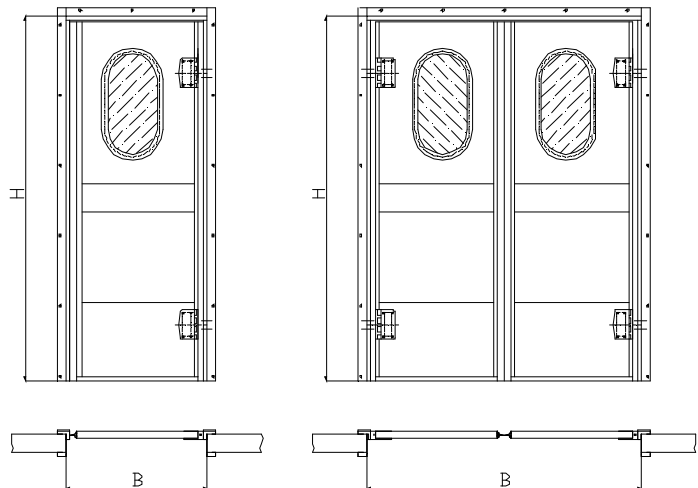

Рисунок 4
4. Порядок сборки и монтажа маятниковых двухстворчатых дверей с пластиковыми петлями 4520 и металлической рамой в обхват проема (рис. 4).